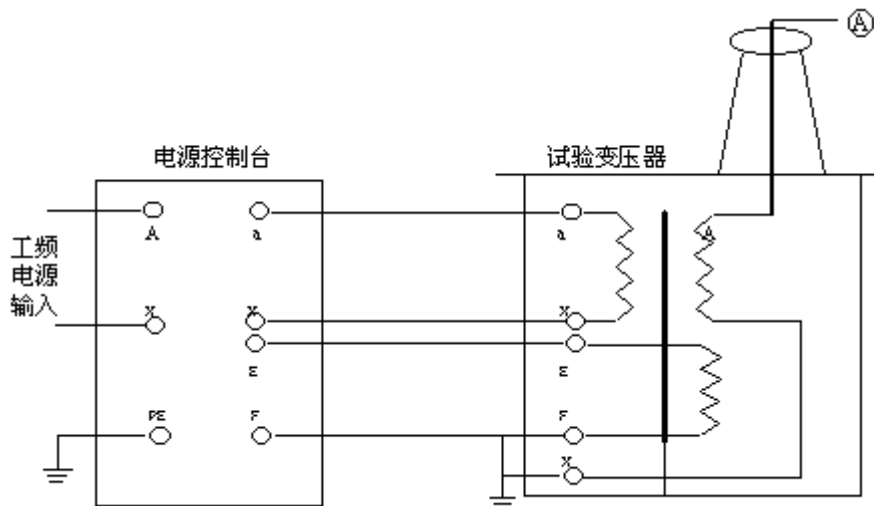
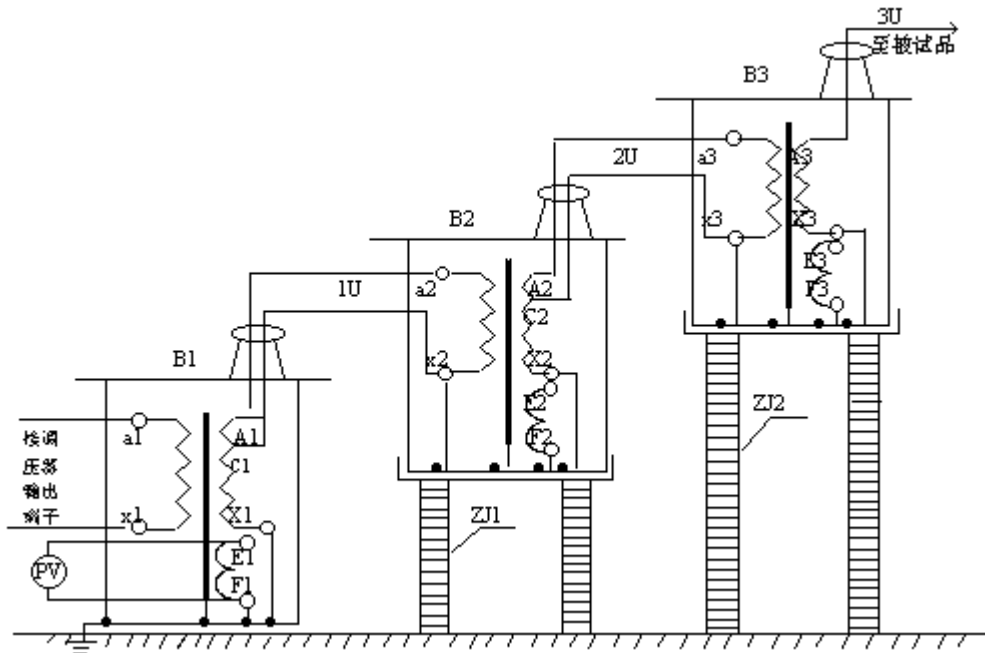
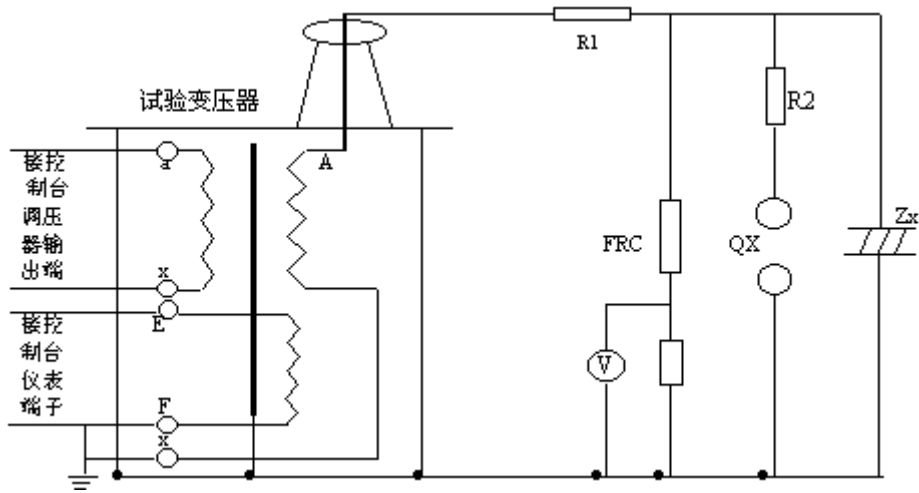

图 2 : 单台 LY Y D Q C () - □ / □ 高压试验变压器工作原理示意图
图 3：三台高压试验变压器串激工作原理示意图
图 4：工频耐压试验使用接线原理示意图
LY Y D Q C () - □ / □ 系列轻型高压试验变压器为单相变压器，联结组标号 11。单台高压试验变压器的工作过程，用交流 220V (10KVA 以上为 380V) 电压接入电源控制箱 (台)，经电源控制箱 (台) 内自藕调压器 (50KVA 以上调压器外附) 调节 0~200V (10KVA 以上 0~400V) 电压至试验变压器的初级绕组，根据电磁感应原理，在试验变压器高压绕组可获得试验所需的高电压。其工作原理图见图 2 所示。
2、单台交直流两用型高压试验变压器工作原理见图 3。图中所示：高压套管内装有高压硅堆，串接在
3、三台高压试验变压器串激获得更高电压原理见图 4，串激高压试验变压器有很大的优越性，因为整个试验装置由多个单台串激式试验变压器组成，单台试验变压器有着体积小、重量轻、便于运输的特点，它既可以串接成高出几倍的单台试验变压器输出电压组合使用，又可以分开单独使用。整套试验装置投资小、经济实惠。图 3 所示：在三台串激式试验变压器串激使用中，单台试验变压器 B1、B2、B3 的输出电压都是 U，第一、二级的试验变压器内部都有一个激磁绕组，分别为 A1、C1 和 A2、C2。当控制电压加在第一级试验变压器 B1 的初级绕组 a1、x1 上，激磁绕组 A1、C1 给予试验变压器 B2 初级绕组供电，第二级试验变压器 B2 的激磁绕组 A2、C2 给试验变压器 B3 的初级绕组供电。由于第一级试验变压器 B1 的高压尾及壳体接地，第二、三级的试验变压器 B2 和 B3 对地有绝缘支架的隔离，这样试验变压器 B1、B2、B3 对地输出电压分别为 1U、2U、3U。
按照图 4、结合图 2 所进行的工频耐压试验接好工作线路，试验变压器的高压绕阻的 X 端（高压尾）、仪表测量绕组的 F 端、试验变压器的外壳以及电源控制箱（台）的外壳必须可靠接地。
用三台试验变压器串激做工频耐压试验时、第二、三级试验变压器的初级绕组 X 端，仪表测量绕组的 F 端，以及高压绕组的 X 端（高压尾）均接本级试验变压器的外壳，第二、三级试验变压器的主体必须放置在绝缘支架上。除第一级以外、第二、三级试验变压器的主体不要接地线。其接线方式见图 3 所示。
按照图 5、结合图 3 所进行的直流泄漏试验接好工作线路。试验变压器的高压绕组的 X 端（高压尾）、仪表测量绕组的 F 端、试验变压器的外壳以及电源控制箱（台）的外壳必须可靠接地。